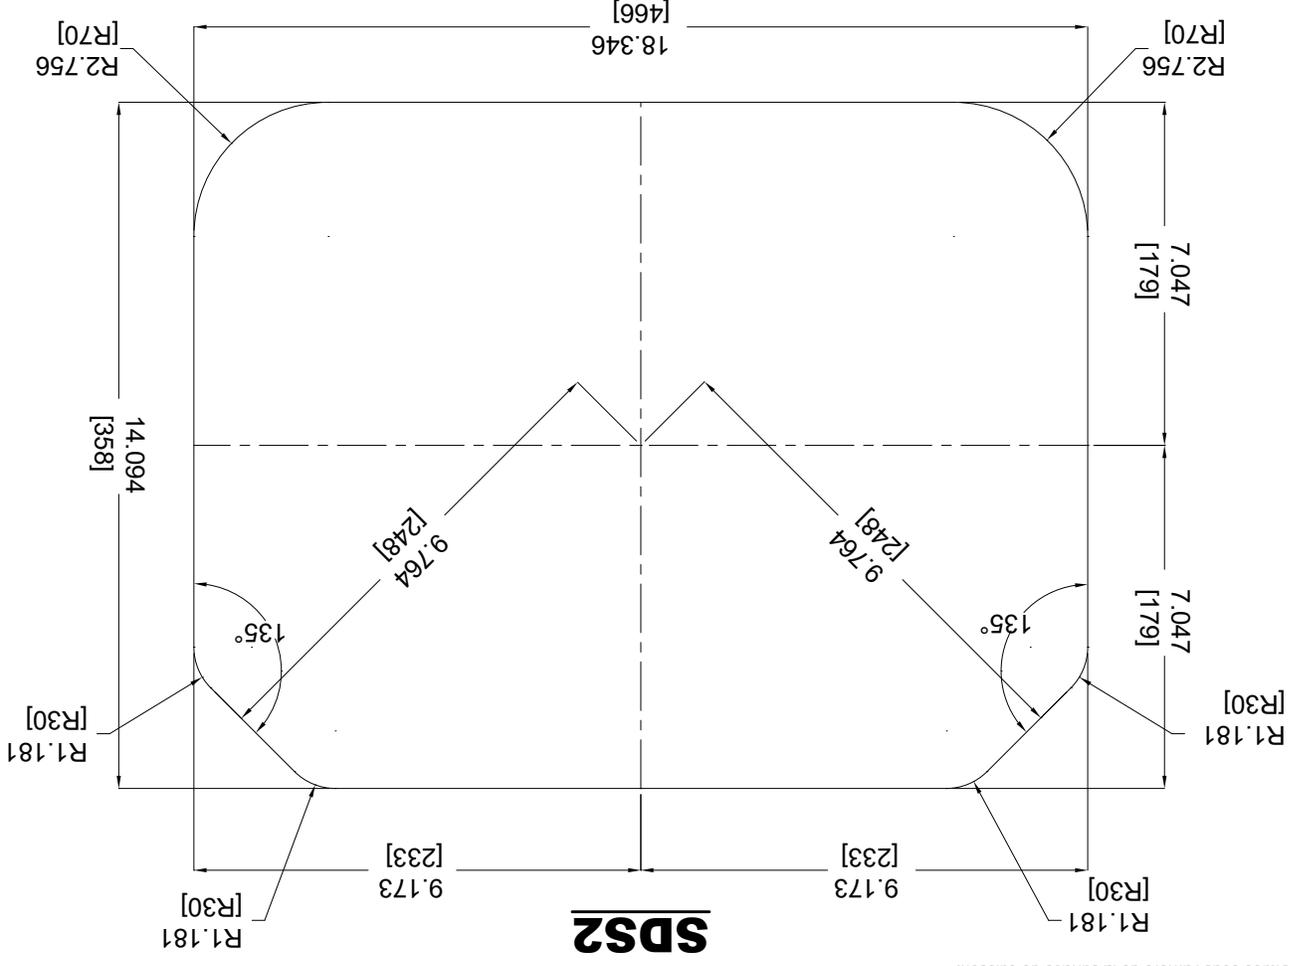

Figure 1A
5. Préparer le gabarit de la surface de cuisson selon les dimensions susmentionnées et à la figure 1a.